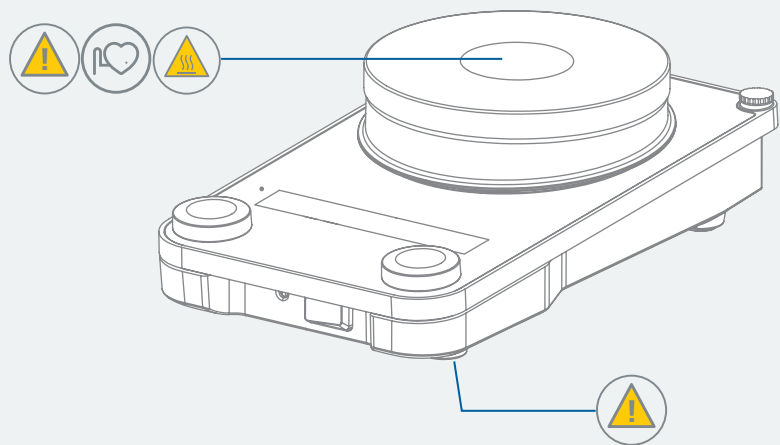

Fig. 1
- › Zwracać uwagę na miejsca zaznaczone na **Fig. 1**.